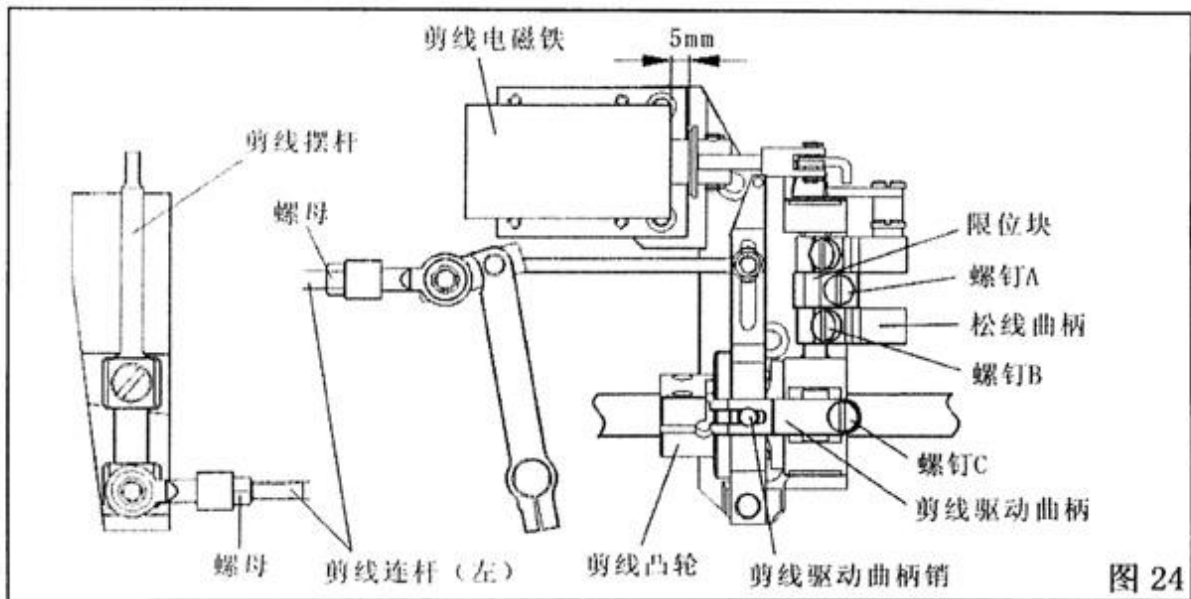

图 24
4) 松开牛角座螺钉 (5), 调整拨线勾 (6) 到旋梭的距离为 0.3~0.4mm。
33、剪线装置的调整 (图 24):